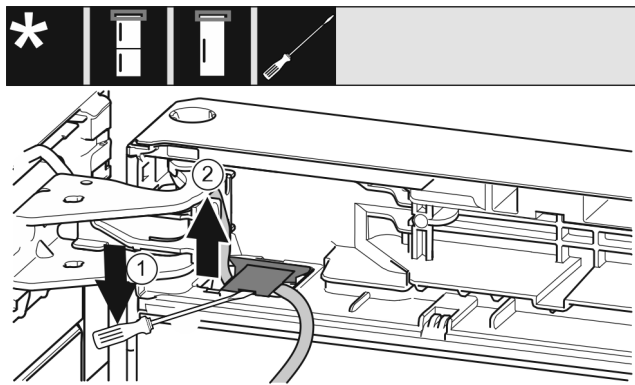

Fig. 21
- Plochým šroubovákem nadzvedněte kryt a zvedněte jej. Fig. 21 (1)
- Vytáhněte kabel. Fig. 21 (2)